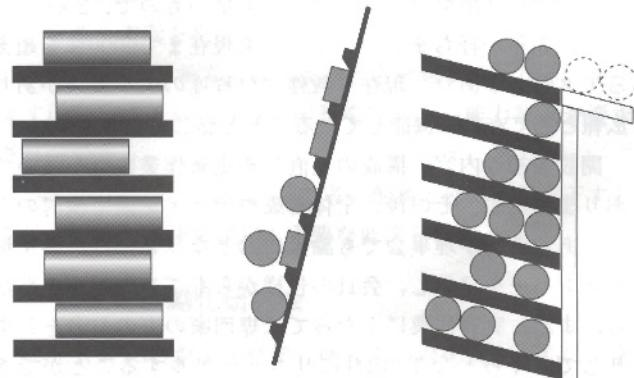

図2 円盤部品用
(2) 円盤・リング：原理を図2に示す。斜め桟により横向方向に排出する。桟の高さをワーク厚さの1/2以下とする。